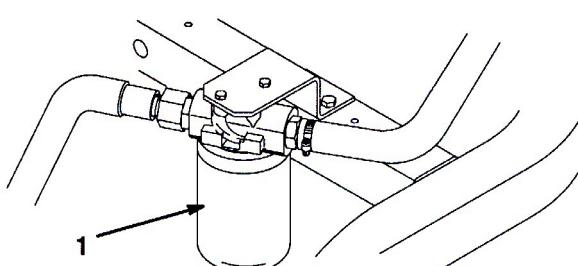

図48
- フィルタ取り付け部周辺(図48)をきれいに拭く。フィルタの下に廃油受けを置いてフィルタを外す。